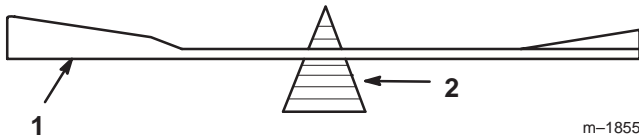

Figure 35
2. Vérifiez l'équilibre de la lame en la plaçant sur un équilibreur (Fig. 35). Si la lame reste horizontale, elle est équilibrée et peut être utilisée. Si la lame est déséquilibrée, limez un peu le dos de la lame. Vérifiez de nouveau et répétez la procédure jusqu'à ce que la lame soit équilibrée.